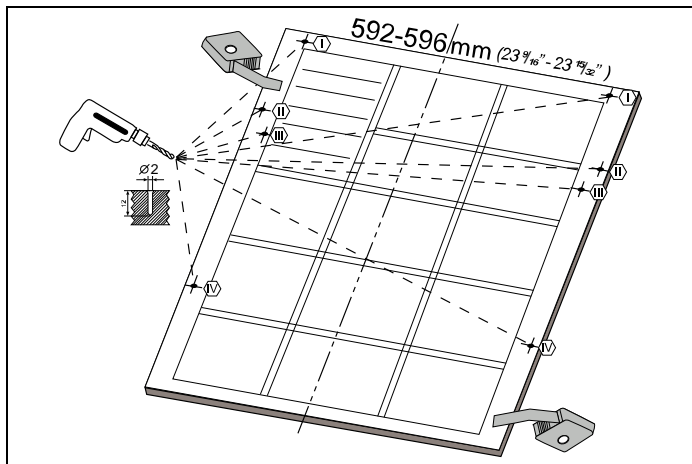

Fig. 24
Como se muestra en Fig. 24 , debe medir la altura y la profundidad del armario para determinar las dimensiones de la puerta exterior.
- 2) Como se muestra en Fig. 24 , el orificio para los tornillos se abre hacia la puerta exterior desde los puntos marcados en el plano de instalación. Diámetro de la broca: 5/64" (2 mm) Profundidad de la broca: 15/32" (12 mm)